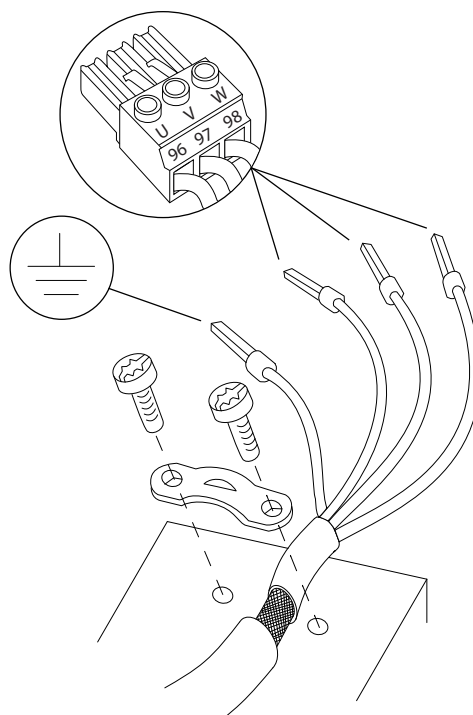

图 4.3 电机连接
3. 按照 章 4.3 接地 中提供的接地说明将接地线连接到最近的接地端，如 图 4.3 所示。
4. 将三相电机线路连接到端子 96（U）、97（V）和 98（W）上，如 图 4.3 所示。